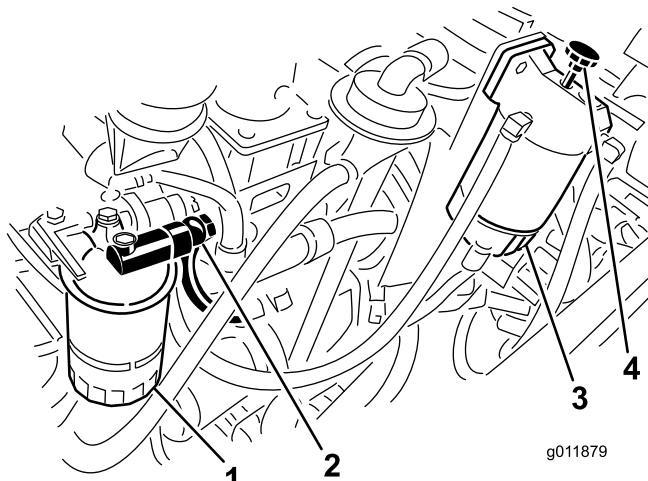

Рисунок 64
- Ослабьте соединитель типа «банджо» на корпусе топливного фильтра (Рисунок 64).
- Включите топливоподкачивающий насос водоотделителя (Рисунок 64) и подождите, пока из соединителя типа «банджо» не пойдет сплошной поток топлива.